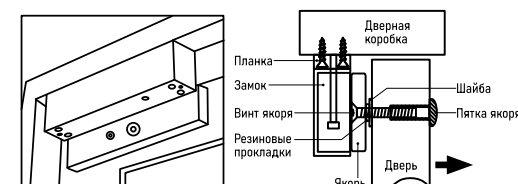

Рис. 1 Стандартный монтаж на дверную коробку
4. Выберите способ установки, исходя из схем, представленных на Рис. 1, 2, 3 и 4.